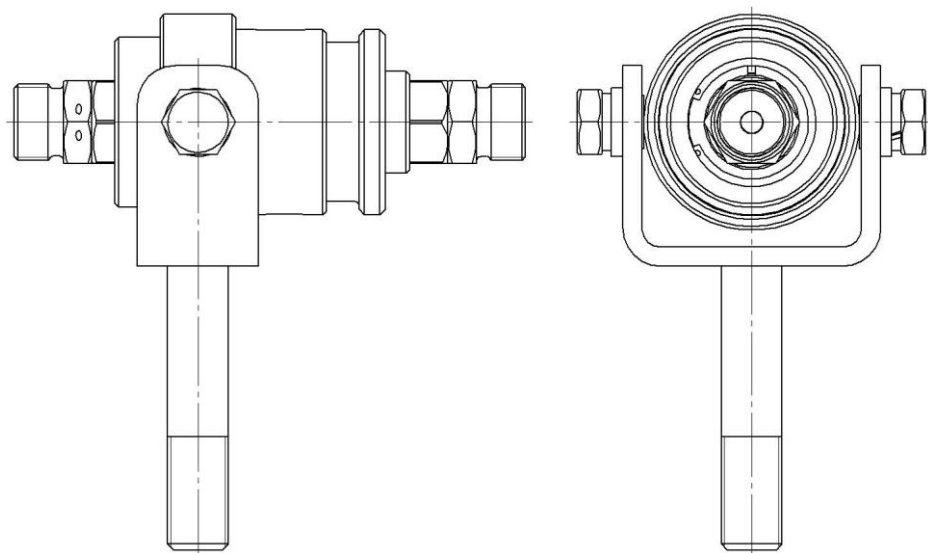

Рис. 2 Крепление муфты к заправочной колонке
**Крепление муфты к заправочной колонке производить только за корпус при помощи хомута (см. рис.2). Хомут в комплект поставки не входит.**